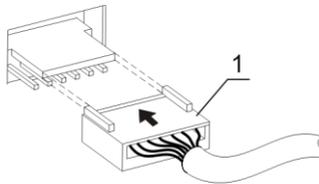
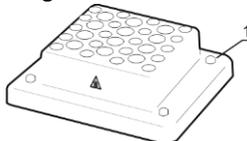

Fig.1 Collegamento del blocco termico
Fig.2 Installazione del blocco termico
- Scegliere il blocco termico, collegare la spina al terminale del contatto situato sul fondo del blocco termico secondo lo schema riportato nella Fig. 1/1. Assicurarsi che il connettore sia ben fissato.
- Fissare con le quattro viti a testa zigrinata (fig. 2/1).
- Rimuovere le quattro viti a testa zigrinata (fig.2/1) e staccare la spina (fig.1/1).